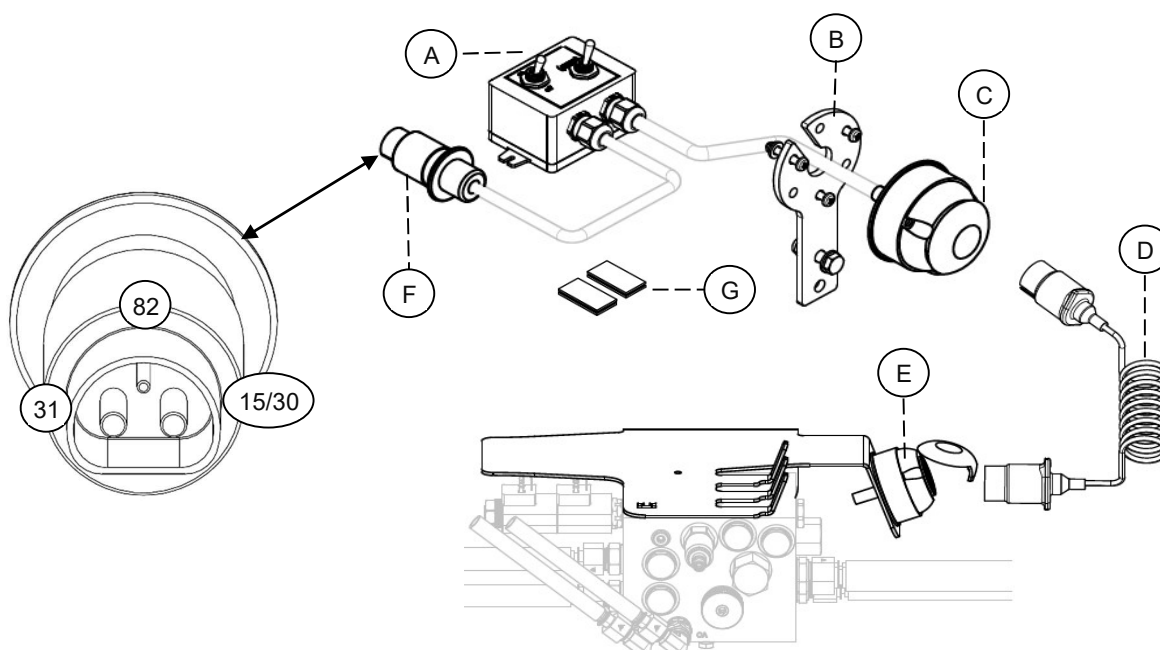

Bild.19
1. Montera kontrollboxen (A) på en säker och lättåtkomlig plats i redskapsbärens. Använd dubbelhäftande fästkuddar (G). Se till att kablar inte utsätts för klämrisk.
2. Skruva ihop fäste (B) med 7-pol kontakt (C).
3. Välj lämplig plats på redskapsbärens lastarm för att montera fäste (B). Drag och sätt fast kablarna säkert på redskapsbärens. Se till att kablar inte utsätts för klämrisk.
4. Efter att sopvalsen tillkopplats, anslut spiralkabeln (D) mellan 7-pol kontakt (C) och (E).
5. Avslutningsvis koppla kontrollboxens 3-pol kontaktdon (F) till eluttag (**min 20A**). Det är viktigt att rätt polaritet används. (31) Jord, (15/30) 12-24V Se Bild.19, om detta inte sker kommer skador på Hirschmankontakten att uppkomma
6. Bild.19 visar monteringskit **art.nr. 2020010**